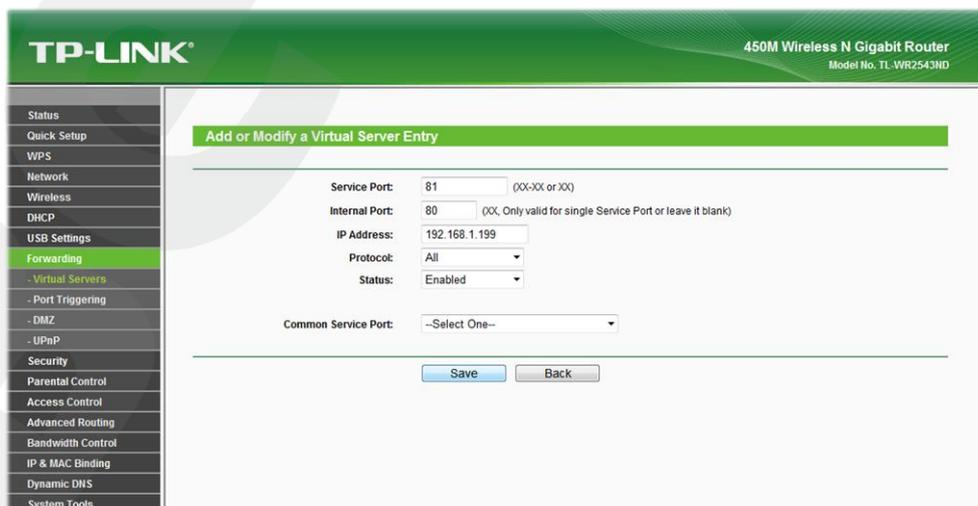

Рис. 6.7
**Шаг 3:** добавьте правила перенаправления портов для IP-камеры (Рис. 6.7). Задайте следующие параметры:
Добавьте правило для порта HTTP (Рис. 6.7).